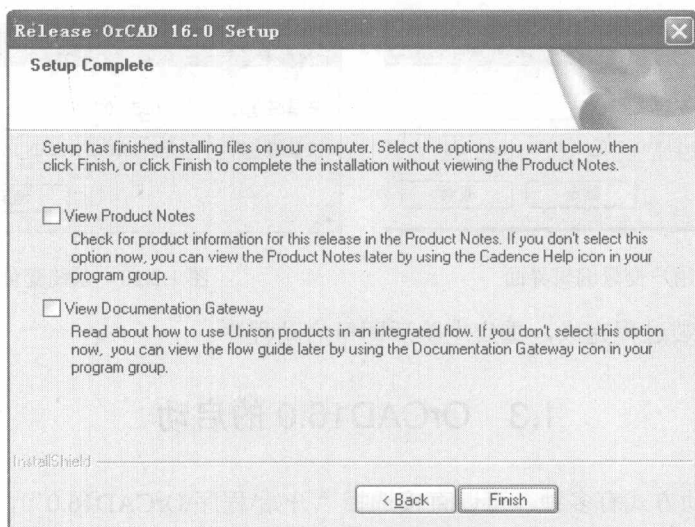

图 1.2.16 安装完成界面
(13) 出现安装完成的对话框, 如图 1.2.16 所示, 单击 Finish 按钮。